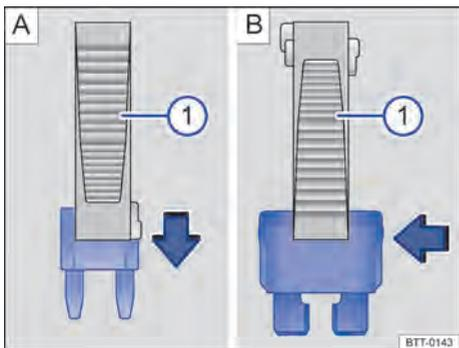

Fig. 240 Retirar ou colocar o fusível plano com o alicate de plástico: **A** MINI **B** ATO.
- *No caso de fusíveis planos*, de acordo com o modelo do fusível, colocar as garras adequadas do alicate plástico → Fig. 240 **A** ⓘ ou → Fig. 240 **B** ⓘ sobre o fusível na direção da seta.